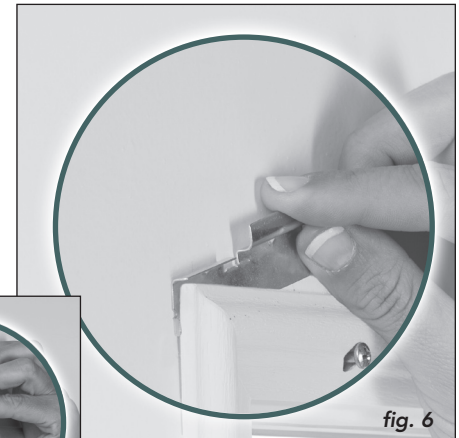

fig. 6
- ♦ Wings of the bracket should be flush with the outside edge of the frame (fig. 6)
- ♦ Los aleros del soporte deben quedar al ras con el borde exterior del marco (fig. 6)